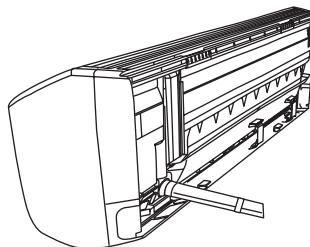

图7
(1) 当要把铜管从后面引出时，将铜管、排水管和连接电缆一起用附件⑫胶带绷紧。（图7）